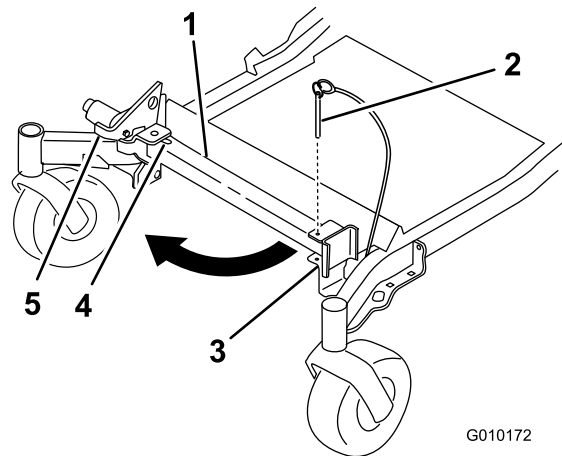
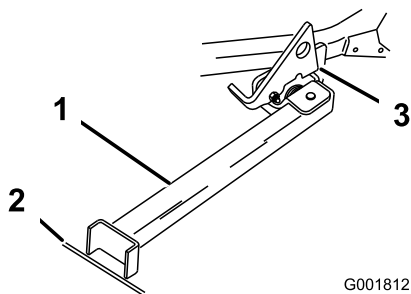

Figure 40
Figure 41
2. Retirez la goupille du support (Figure 40).
4. Dépliez le pied du support et poussez le support vers la machine en l'engageant dans le bas de la fente (Figure 40 et Figure 41).
5. Posez le pied du support sur le sol et appuyez le verrou sur la languette de pivot (Figure 41).
**Remarque:** Pour obtenir des résultats optimaux, placez le pied du support dans des fissures du trottoir ou dans la pelouse (Figure 41).
7. Conduisez la machine sur le support. Arrêtez-vous quand le verrou retombe sur la languette en position verrouillée (Figure 41).
5. Ramenez le support à sa position de repos (Figure 40).